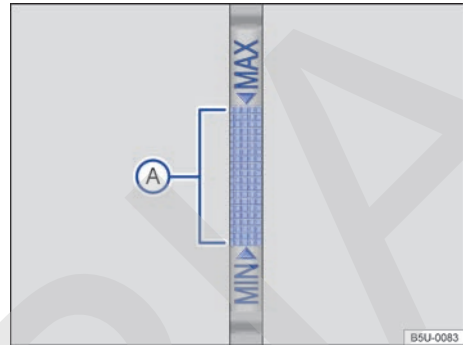

Fig. 122 Varilla de medición del aceite con marca de nivel del aceite del motor.
7. Retirar nuevamente la varilla de medición del aceite y leer el nivel del aceite del motor en la varilla de medición → fig. 122 de la siguiente manera:
13. Al final del proceso de recarga de aceite, el nivel de aceite del motor debe estar, por lo menos, en el medio de la zona → fig. 122 , aunque jamás por encima de la zona "MAX" → .
El nivel del aceite del motor no debe sobrepasar de ninguna manera la región "MAX" → fig. 122. De lo contrario, se podrá aspirar el aceite por la ventilación del cárter, pasando por el sistema de escape y ser lanzado en la atmósfera, además, el aceite puede quemarse dentro del catalizador, dañándolo.
En caso de gran demanda del motor, el nivel del aceite del motor debe estar lo más cerca posible del área "MAX" → fig. 122 – sin sobrepasar, por ejemplo, en viajes largos en rutas durante el verano, o durante travesías de montañas.